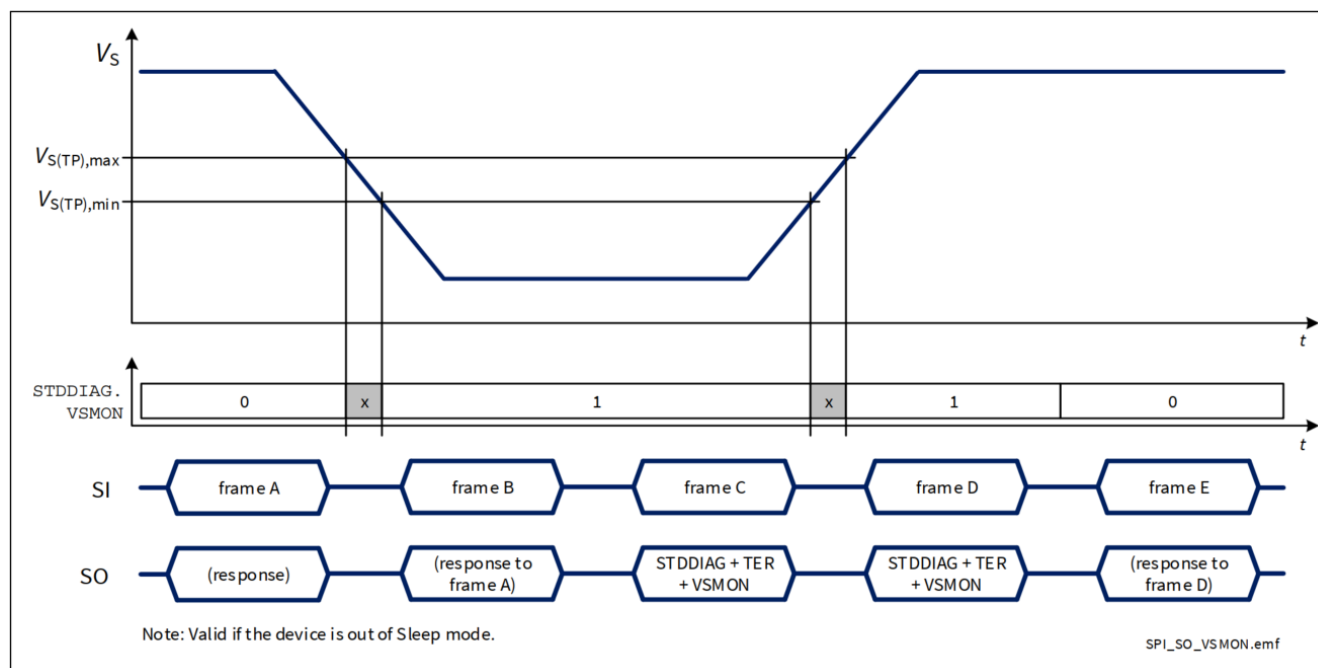

Figure 45 SPI response in case of voltage drop on battery
- 当 $V_S < V_{S(TP)}$ 且 $\text{DCR.MUX} \neq 111$ ，如图 45 所示